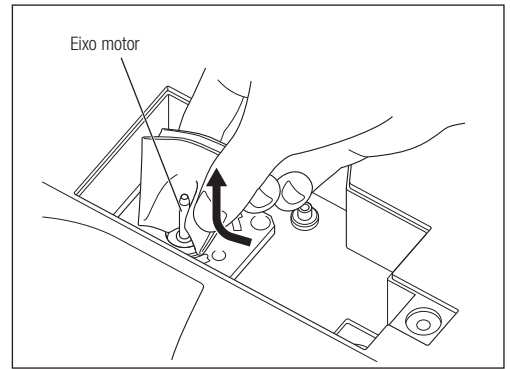

Fig. 55
- Limpe a sujidade e a água do eixo motor de baixo para cima (Fig. 55).